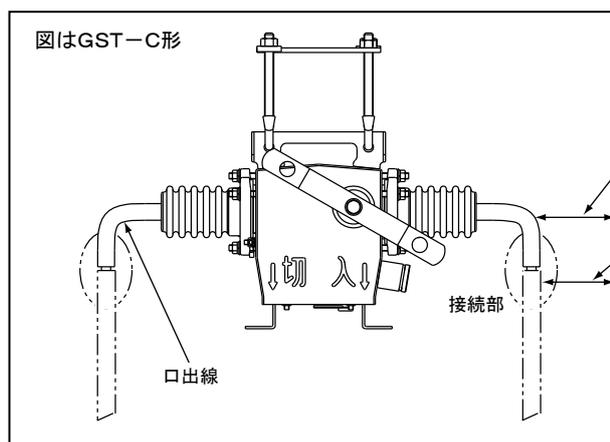

図8
- ④盤などに収納される場合は、図8のように他物とは絶縁距離をとってください。